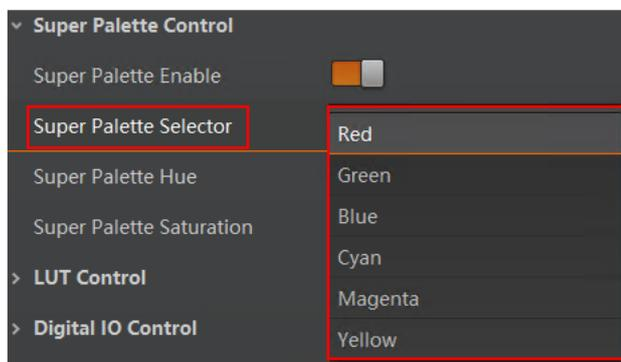

图11-11 颜色区域选择
2. 根据实际需求在 *Super Palette Control* 中选择需要调节的颜色区域，如图 11-11 所示。